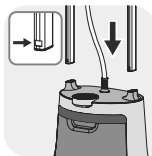

图3
- 待伸缩杆完全伸展后，将伸缩杆底部方形卡扣孔朝向水箱方向插入主机上的插孔处，并向下压，直至听到“咔哒”声，伸缩杆安装完毕。(图3)